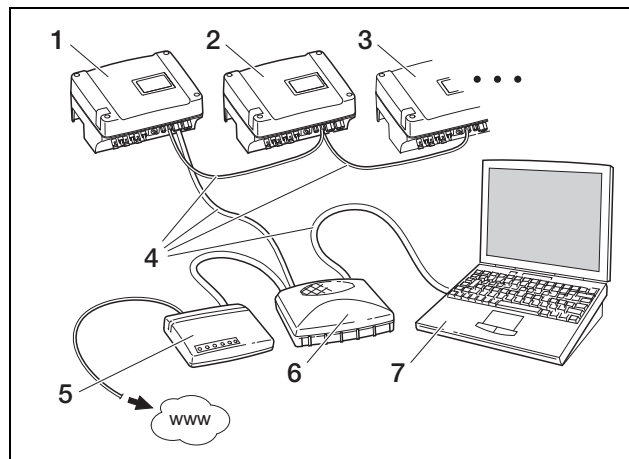

Figura 54: Configuración de la red con configuración automática de red con router DSL externo (● Auto IP / DHCP, ☒ router externo)
- La opción “Auto IP / DHCP” es apropiada para la mayoría de aplicaciones (figura 54).